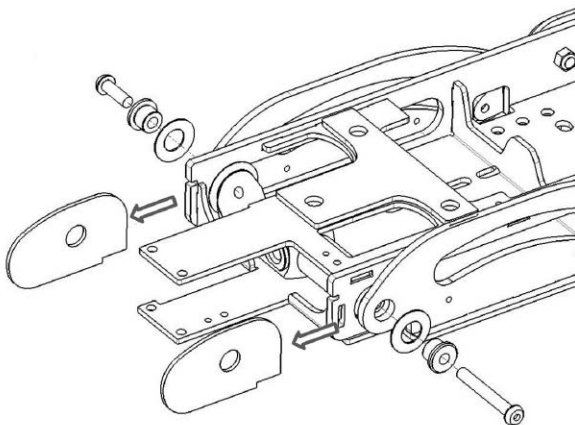

Fig. 8. Remove the two screws holding the seat tilt shaft and associated parts.
9. Demontera de två skruvar som håller sitstiltens axel. Se bild 8.